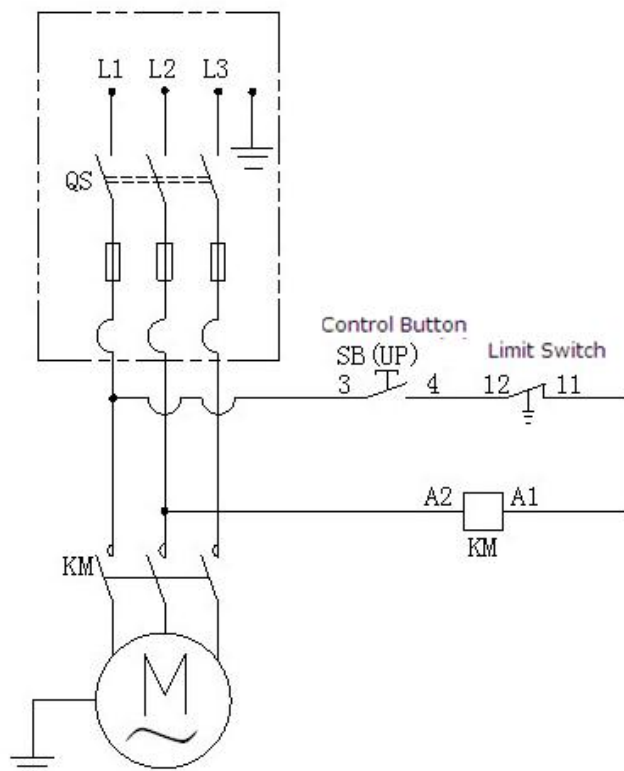

Fig. 31
1. Circuit diagram (See Fig. 31)